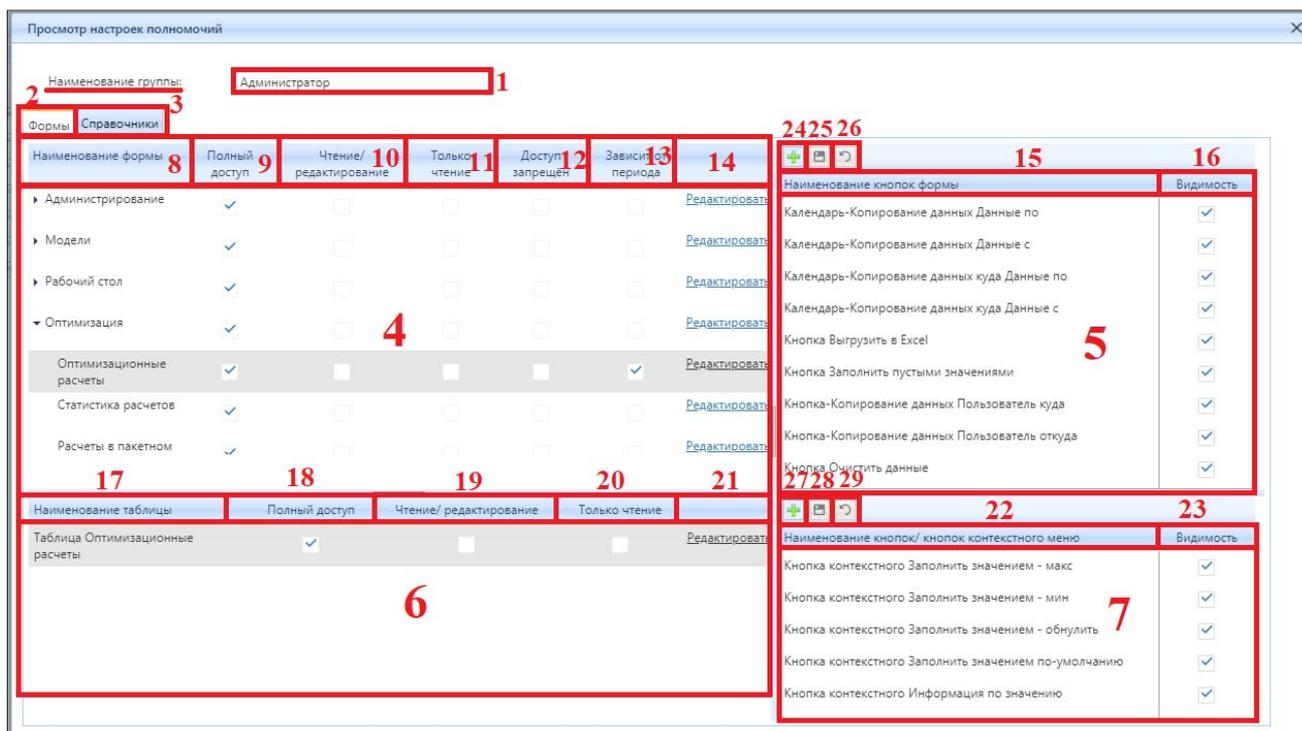

Рисунок 4.1.8 – Интерфейс окна «Просмотр настроек полномочий»
После нажатия откроется окно «Просмотр настроек полномочий». На рис. 4.1.8 представлен интерфейс окна «Просмотр настроек полномочий» в виде таблиц:
- для записи «Наименование группы:» в поле (1) (рис. 4.1.8) представлено наименование группы пользователей, к которой применяются настройки полномочий;
- во вкладке (2) «Формы» (рис. 4.1.8) содержатся настройки полномочий группы к формам (меню/модулям) Системы, таблицам и кнопкам с опциями этих форм;
- во вкладке (3) «Справочники» (рис. 4.1.8) содержатся настройки полномочий группы к пользовательским и служебным справочникам Системы, а также к вспомогательным элементам Системы (контактная информация, инструкция, справочная информация);
- в таблице (4) (рис. 4.1.8) содержатся настройки полномочий для существующих форм (меню);
- в таблице (5) (рис. 4.1.8) содержатся настройки полномочий для кнопок с опциями в форме. В таблице (6) (рис. 4.1.8) содержатся настройки полномочий для таблиц формы;
- в таблице (7) (рис. 4.1.8) содержатся настройки полномочий для кнопок/кнопок контекстного меню для управления данными в таблице формы.
- в колонке (8) «Наименование формы» (рис. 4.1.8) содержатся записи, соответствующие наименованиям модулей Системы;
- в колонке (9) «Полный доступ» (рис. 4.1.8) содержатся чек-боксы для установки доступа к форме с помощью признака. Настройка в колонке «Полный доступ» позволяет группе пользователей просматривать информацию в форме, пользоваться опциями формы:
- в колонке (10) «Чтение/редактирование» (рис. 4.1.8) содержатся чек-боксы для установки доступа к форме с помощью признака. Настройка в колонке «Чтение/редактирование» позволяет группе пользователей просматривать информацию в форме, пользоваться некоторыми опциями формы:
- в колонке (11) «Только чтение» (рис. 4.1.8) содержатся чек-боксы для установки доступа к форме с помощью признака. Настройка в колонке «Только чтение» позволяет группе пользователей просматривать информацию в форме;
- в колонке (12) «Доступ запрещен» (рис. 4.1.8) содержатся чек-боксы для установки доступа к форме с помощью признака. Настройка в колонке «Доступ запрещен» запрещает группе пользователей доступ к форме;
- в колонке (13) «Зависит от периода» (рис. 4.1.8) содержатся чек-боксы для установки доступа к форме с помощью признака. Настройка в колонке «Зависит от периода» позволяет группе пользователей просматривать информацию в форме, пользоваться опциями формы в зависимости от периода.
- в колонке (15) «Наименование кнопок формы» (рис. 4.1.8) содержатся записи, соответствующие наименованиям кнопок, отвечающие за опции в форме;
- в колонке (16) «Видимость» (рис. 4.1.8) содержатся чек-боксы для установки доступа к кнопкам с помощью признака. Настройка в колонке «Видимость» позволяет группе пользователей видеть кнопку с опцией в форме и пользоваться ей по назначению;
- при нажатии на кнопку (24) «Добавить» (рис. 4.1.8) всплывает окно «Выбор компонентов формы для визуализации». Структура окна представлена в виде таблицы со списками доступных кнопок, реализованных под новые функциональные возможности формы при обновлении Системы разработчиком;
- при нажатии на кнопку (25) «Сохранить изменения» (рис. 4.1.8) сохраняются изменения администратора при настройке полномочий кнопок в колонке «Видимость». Кнопка «Сохранить изменения» (рис. 4.1.8) не активна, если изменения в колонке таблицы не вносятся;
- при нажатии на кнопку (26) «Отменить изменения» (рис. 4.1.8) отменяются изменения администратора при настройке полномочий кнопок в колонке «Видимость» (рис. 4.1.8). Кнопка «Отменить изменения» не активна, если изменения в колонке таблицы не вносятся;
- в колонке (17) «Наименование кнопок формы» (рис. 4.1.8) содержатся записи, соответствующие наименованиям таблиц с данными в форме;
- в колонке (18) «Полный доступ» (рис. 4.1.8) содержатся чек-боксы для установки доступа к таблице формы с помощью признака. Настройка в колонке «Полный доступ» (рис. 4.1.8) позволяет группе пользователей просматривать информацию в таблице, пользоваться опциями формы:
- в колонке (19) «Чтение/редактирование» (рис. 4.1.8) содержатся чек-боксы для установки доступа к таблице формы с помощью признака. Настройка в колонке «Полный доступ» позволяет группе пользователей просматривать и редактировать данные в таблице:
- в колонке (20) «Только чтение» (рис. 4.1.8) содержатся чек-боксы для установки доступа к таблице формы с помощью признака. Настройка в колонке «Только чтение» позволяет группе пользователей просматривать данные в таблице без права редактирования;
- в безымянной колонке (21) (рис. 4.1.8) содержатся функциональные ссылки для управления доступом к таблице формы.
- в колонке (22) «Наименование кнопок/кнопок контекстного меню» (рис. 4.1.8) содержатся записи, соответствующие наименованиям кнопок/кнопок контекстного меню, отвечающие за управление данными в таблице формы;
- в колонке (23) «Видимость» (рис. 4.1.8) содержатся чек-боксы для установки доступа к кнопкам/кнопкам контекстного меню с помощью признака. Настройка в колонке «Видимость» (рис. 4.1.8) позволяет группе пользователей видеть и использовать по назначению кнопку/кнопку контекстного меню;
- при нажатии на кнопку (27) «Добавить» (рис. 4.1.8) всплывает окно «Выбор компонентов формы для визуализации». Структура окна представлена в виде таблицы со списками доступных кнопок/кнопок контекстного меню, реализованных под новые функциональные возможности формы при обновлении Системы разработчиком;
- при нажатии на кнопку (28) «Сохранить изменения» (рис. 4.1.8) сохраняются изменения администратора при настройке полномочий кнопок/кнопок контекстного меню в колонке «Видимость» (рис. 4.1.8). Кнопка «Сохранить изменения» (рис. 4.1.8) не активна, если изменения в колонке таблицы не вносятся;
- при нажатии на кнопку (26) «Отменить изменения» (рис. 4.1.8) отменяются изменения администратора при настройке полномочий кнопок/кнопок контекстного меню в колонке «Видимость» (рис. 4.1.8). Кнопка «Отменить изменения» не активна, если изменения в колонке таблицы не вносятся.